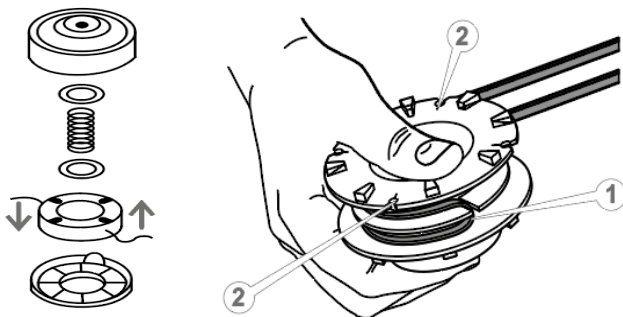

Рисунок 15. Схема заміни жилки у різальній головці.
- зняти кришку різальної головки й витягнути катушку (див. рис. 15);
- протягнути жилку на місці вигину у проріз (1, рис. 15) катушки;
- протягнути кінці жилки у прорізи (2, рис. 15) катушки і потім в отвори корпусу різальної головки.